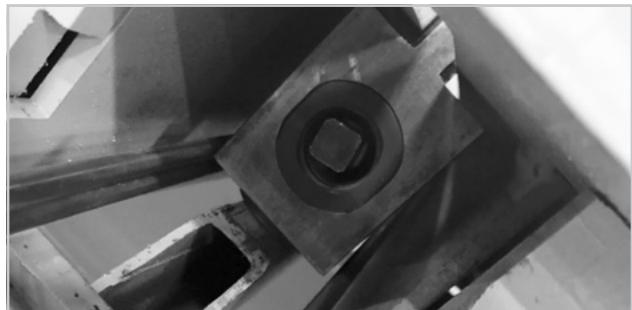

Figure 82
12. Glisser l'écrou ACME sur la tige ACME et tournez lentement jusqu'à ce que l'écrou commence à entrer l'écrou dans la table de 3"-4" (Figure 82, 83)